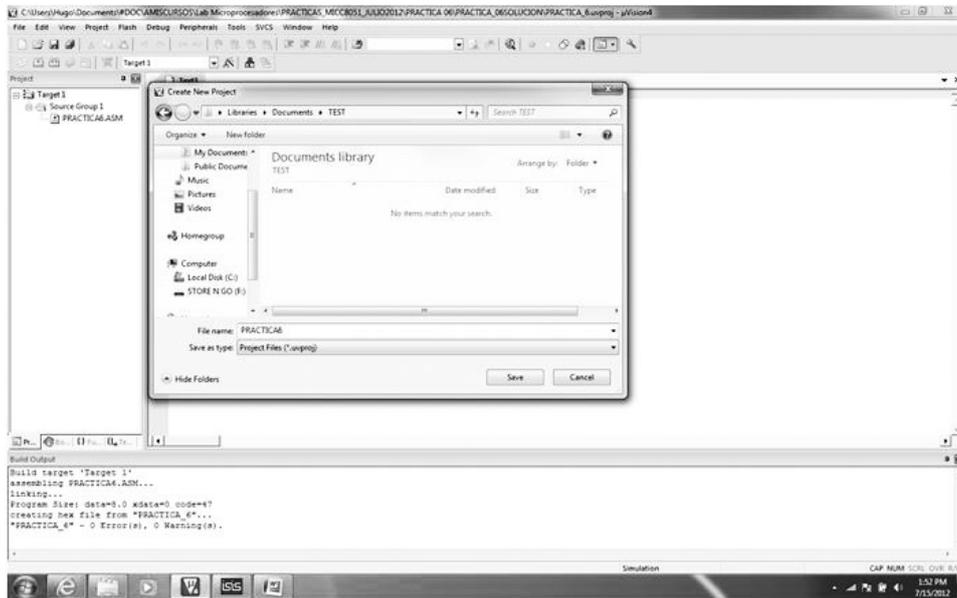

Figura 16.13: Asignación de nombre al Proyecto Nuevo. Paso 4
4. Seleccione su carpeta de trabajo y asigne nombre al proyecto, ejemplo PRÁCTICA6. Ver figura 16.13.